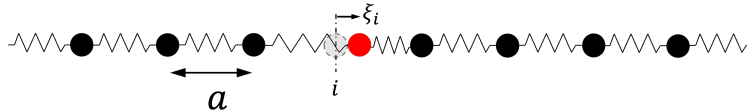

图 10. 纵波的弹簧-质点链模型
1. 纵波 考虑一个一维弹簧-质点链，如图 10 所示。第  $i$  个质点的运动根据牛顿第二定律为，